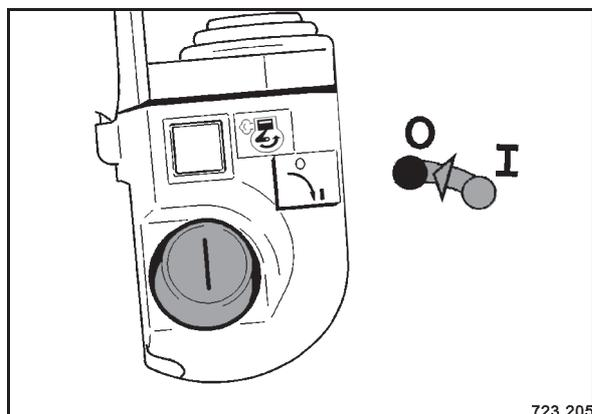

Bild 87
- Sender (Bild 87) mit Zündschlüssel ausschalten.